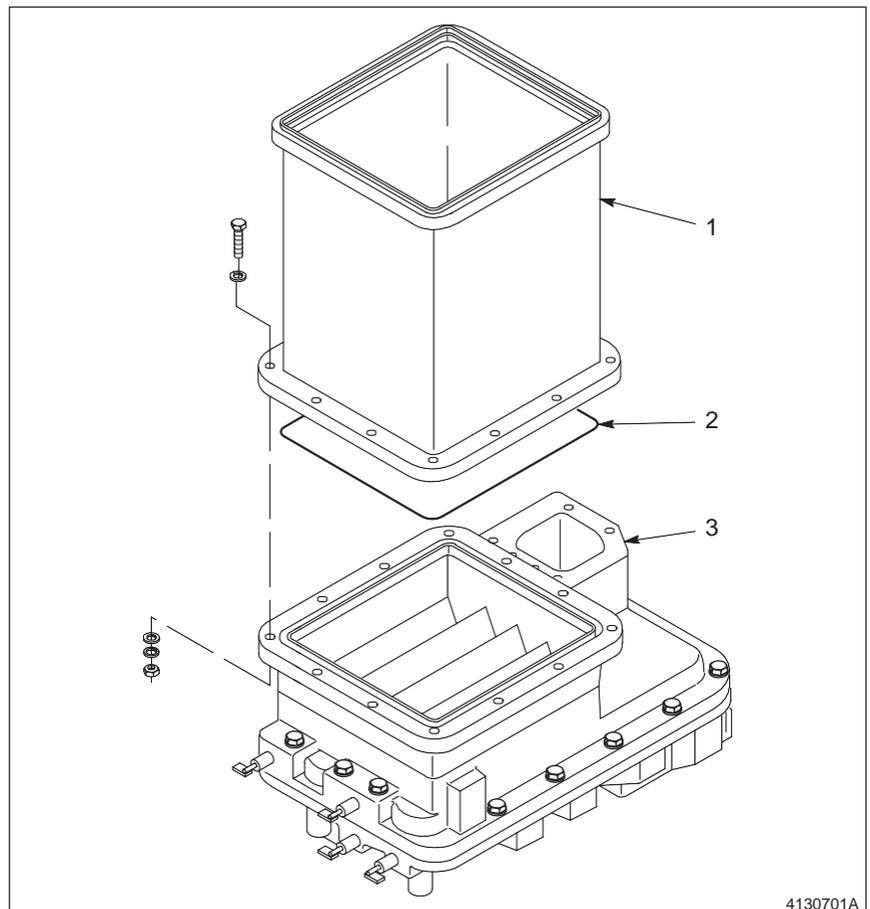

Fig. C 1-7 Removendo a Calha da Grade
Ver a Figura C 1-7.
1. Ver a Figura C 1-7.